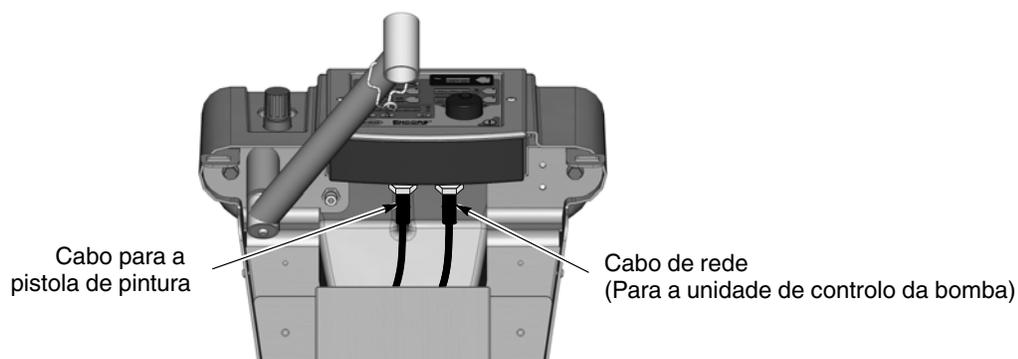

Figura 3-4 Ligação do cabo da pistola de pintura ao controlador do sistema - sistema móvel ilustrado
1. Sistema móvel: Consulte a figura 3-4. Enfie o cabo da pistola para pintura na parte traseira da torre do carro e para acima através da parte dianteira superior. Isto permitirá ao utilizador atar o cabo juntamente com os tubos de ar de padrão e de lavagem de elétrodos.